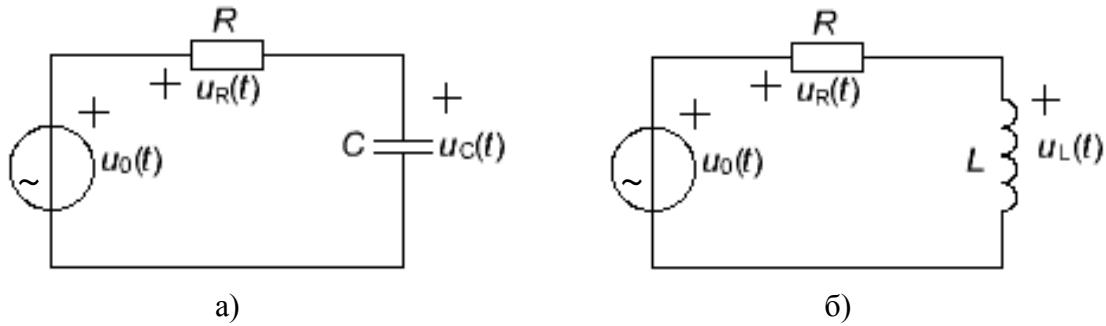

Рис. 4.1
1.2. Рассчитайте АЧХ и ФЧХ цепей, схемы которых приведены на рис. 4.1.